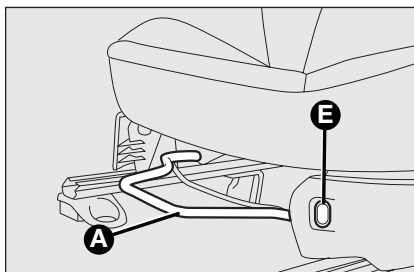

fig. 17
Réglage avant/arrière fig. 17
Sièges chauffants fig. 17 (le cas échéant)
ATTENTION L'utilisation du levier **D** avant de bloquer le siège dans sa position d'origine provoque la perte de la position d'origine du siège. Dans ce cas, réglez la position du siège au moyen du réglage de la portée **fig. 17**.
Pour remettre le siège dans sa position initiale, faites coulisser le siège en arrière et appuyez sur le dossier pour bloquer le siège (mouvement ④) actionnez le levier **D** (mouvement ⑤) et levez le dossier (mouvement ⑥) jusqu'à ce qu'il s'enclenche en position initiale. Réglez la portée en utilisant le levier **A-fig. 17**.